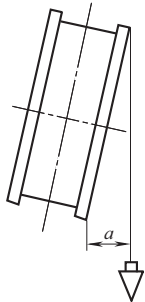

图 10-6 曳引轮的不垂直度
(1) 曳引轮位置偏差：前、后（向着对重）方向不应超过 $\pm 2\text{mm}$ ；左、右方向不应超过 $\pm 1\text{mm}$ 。
(2) 曳引轮的不垂直度不大于 0.5mm，如图 10-6 所示。